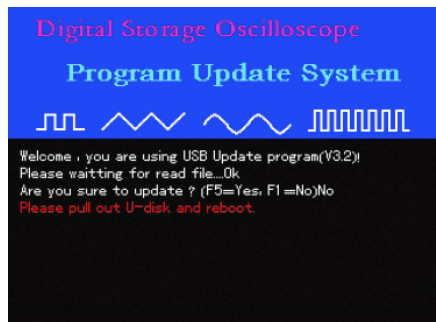

图5-15
10、 在升级时，读取程序升级包信息，并判断正确后，想中止升级，根据升级引导界面提示，按 F1 ，退出升级系统，将出现图5-15所示，提示“用户中止程序升级，请拔掉U盘，重启示波器”。